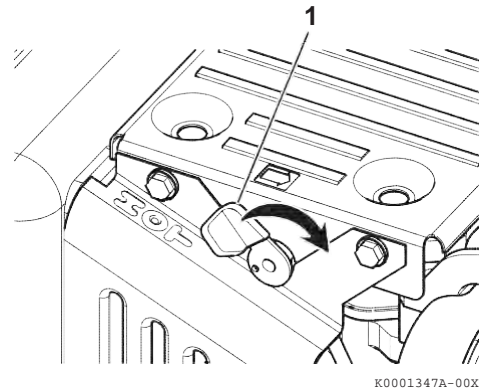

Figura 6
4. Spingere la leva di decompressione (**Figura 6, (1)**) verso il basso e rilasciarla. La leva di decompressione ritornerà automaticamente alla posizione originale quando il motore partirà . Alcuni motori modello L-N hanno un meccanismo automatico di rilascio compressione interno e non hanno la leva esterna di rilascio compressione. Fare riferimento alle istruzioni specifiche dell'applicazione.